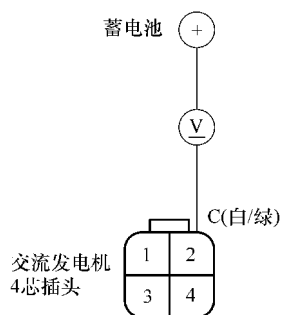

图 3-24 测量交流发电机 2 号端子与蓄电池正极电压
7) 如图 3-24 所示, 测量交流发电机 4 芯插头 2 号端子与蓄电池正极接线柱之间的电压是否为 1V 或更低。